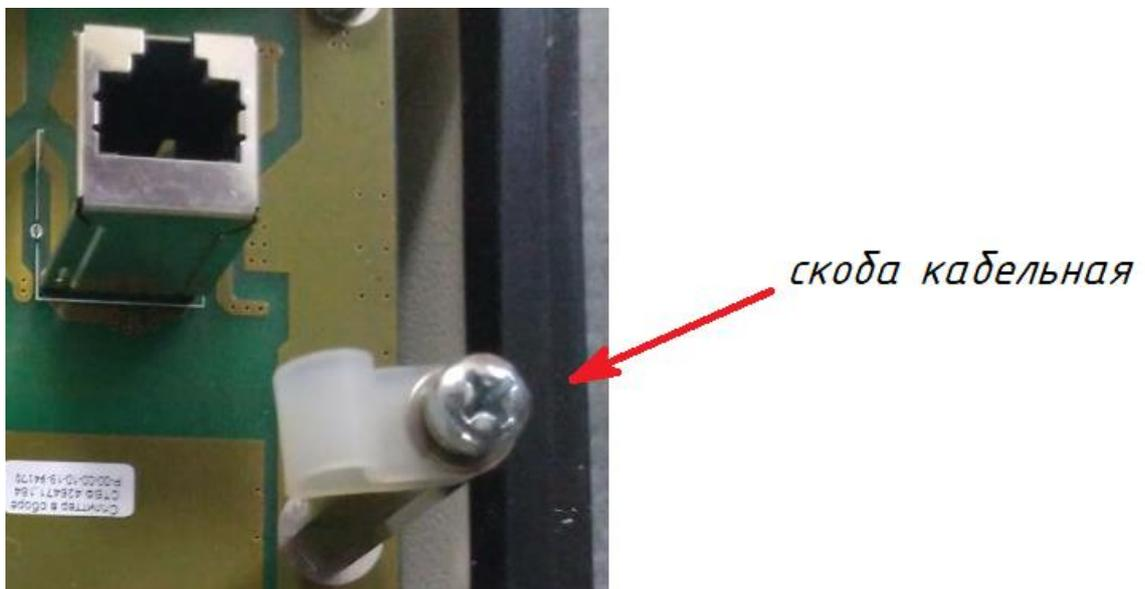

Рисунок 3 – Место крепления соединительного кабеля
- 3) завести кабель(ли) в кожух видеокамеры через гермоввод(ы) и закрепить его скобой кабельной (рисунок 3);